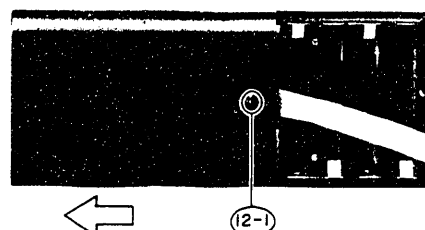

Fig. 33
12. Remote control hand unit (Fig. 33)